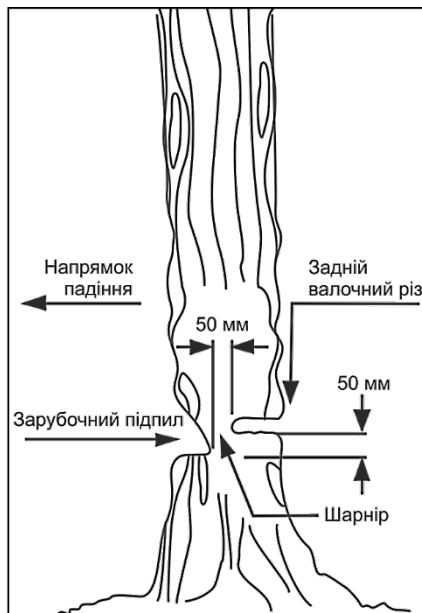

Рисунок 7
4.3.2 Зарубочний підпил (рисунок 7)
4.3.3 Задній валочний різ (рисунок 7)